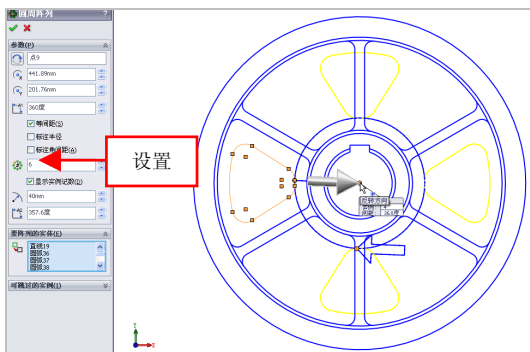

图 3-24 设置参数值
(3) 弹出【圆周阵列】属性管理器，在绘图区中的圆心点上单击鼠标左键，在【参数】选项区中，设置【数量】为 6，如图 3-24 所示。